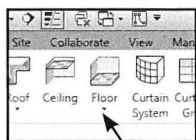

Fig. 07.11. Floor.
- Stå i (03) Stueplan i *Project Browseren*.
- Klik på *Architecture - Floor* (Fig. 07.11).